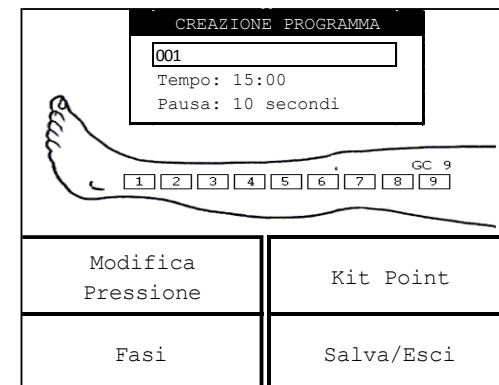

Fig.17
Una volta selezionato il supporto di memoria su cui salvare il programma, premere la manopola encoder per confermare la scelta. Compare la schermata di fig.17.
Ripetere la procedura per tutti i caratteri che si desiderano modificare, quindi premere il pulsante OK per confermare il nuovo nome da inserire. Si ritorna alla schermata di fig.17, in cui però il programma ha ora il nuovo nome.
8. premere il tasto funzione OK per confermare le fasi, ed uscire dalla routine di personalizzazione. Si ritorna così alla schermata di fig.17 contenente il programma con il nuovo nome.